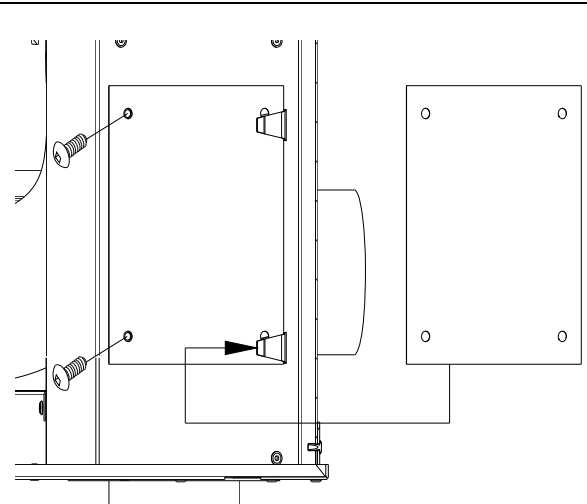

Figure 29
- 2) Scellez l'arrivée d'air localisée à droite en installant la plaque sur l'ouverture en utilisant les deux attaches du côté droit et deux vis sur le côté gauche figure 29.